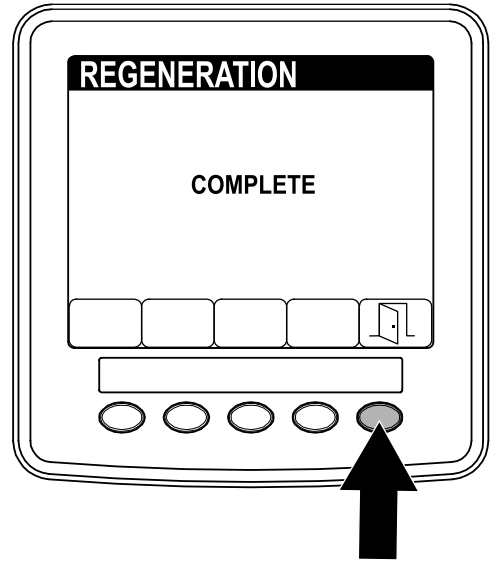

図 54
5. 再生が終了すると、インフォセンターに終了 COMPLETE画面が表示される。ボタン 5 を押すと整備 SERVICE画面に戻る 図 54。